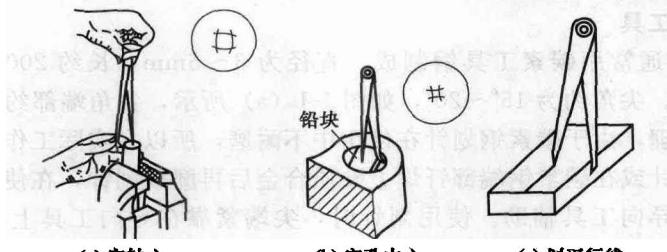

图 1-5 单脚规及应用
③ 单脚规 单脚规用中碳钢制成。用单脚规求圆形工件和孔的中心及划平行于工件边缘的线，十分简便，如图 1-5 所示。